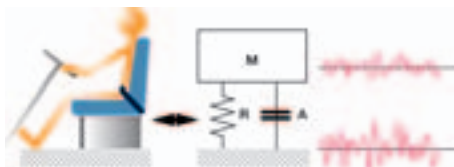

Figure 1. Schématisation de l'ensemble conducteur-siège à suspension
L'ensemble constitué par un conducteur assis sur un siège suspendu peut être schématisé (figure 1) sous forme d'une masse (M) suspendue avec un ressort (R) et freinée par un amortisseur (A).